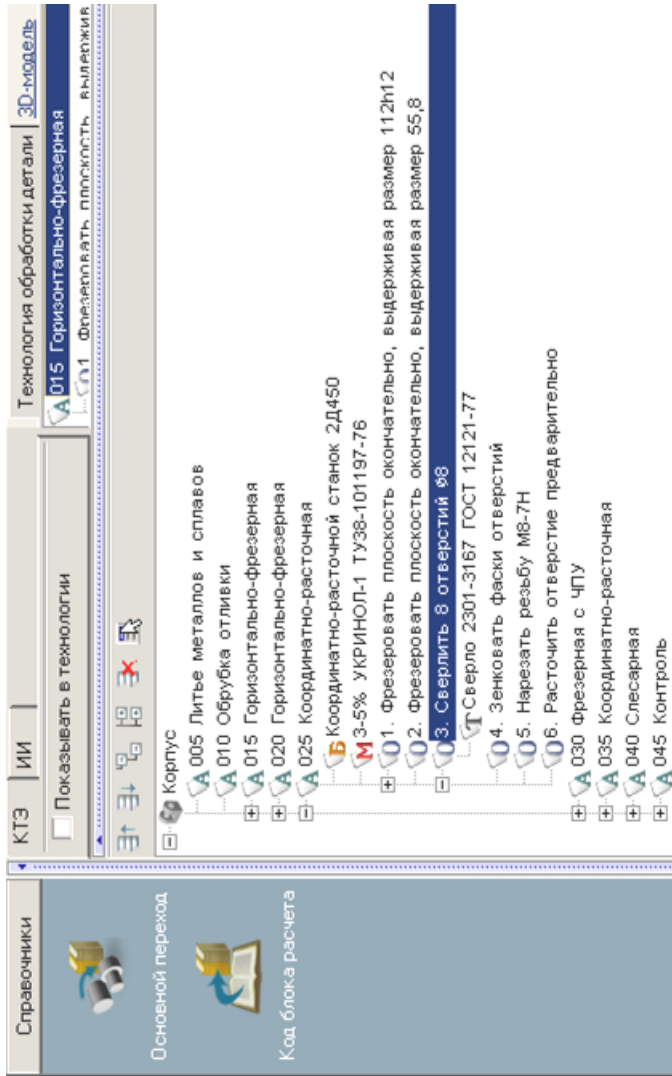

Рис. 6.1
1. Для определения кода блока расчета следует установить курсор на переход в дереве ТП и на *Панели справочников* нажать кнопку *Код блока расчета* (рис. 6.1).